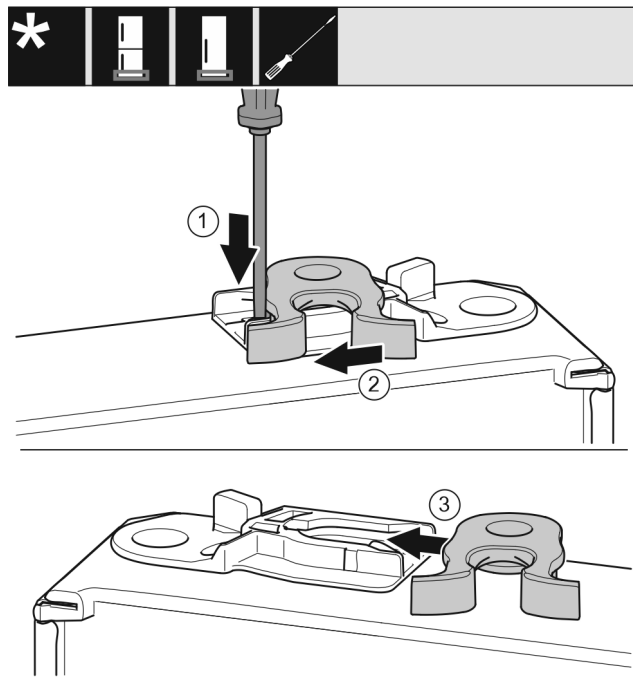

Fig. 19
- ▶ Lip met sleufschroevendraaier naar onder drukken. Fig. 19 (1)
- ▶ Sluithaak uit de geleiding trekken. Fig. 19 (2)
- ▶ Sluithaak aan de andere kant van de geleiding schuiven. Fig. 19 (3)